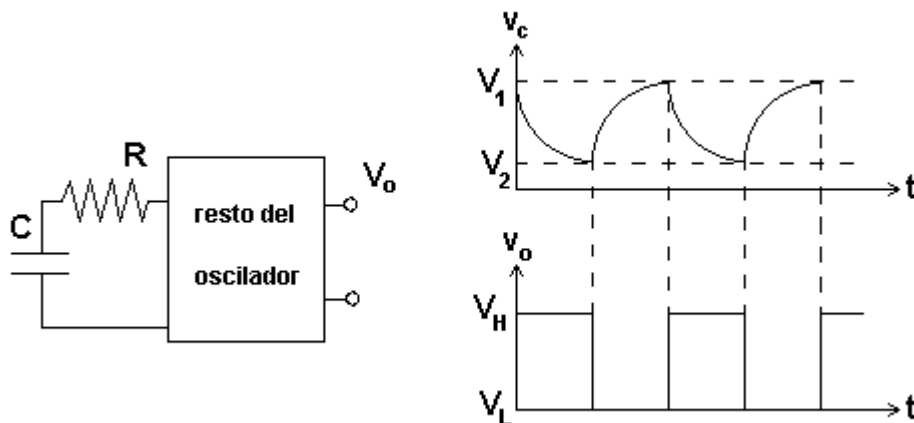
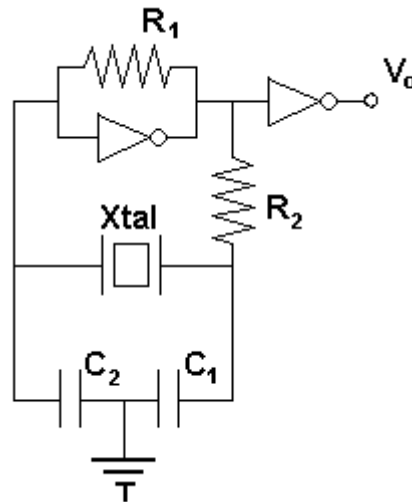
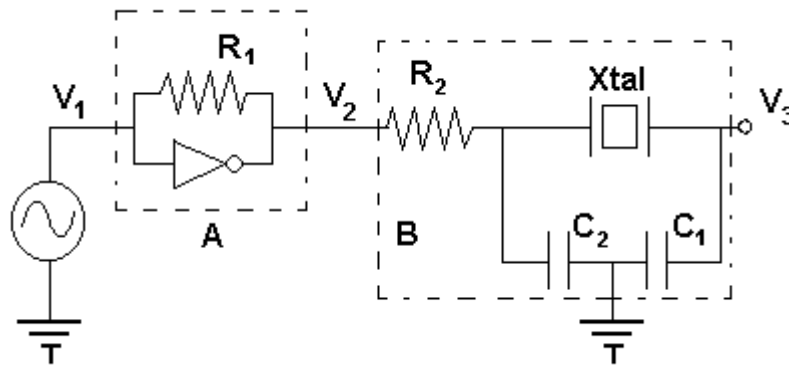

Figura 1: Funcionamiento de un oscilador de relajación
Figura 9: Oscilador digital utilizando un montaje paralelo del cristal
Figura 11: Oscilador digital en lazo abierto
Los osciladores de relajación utilizan el tiempo de carga y descarga de un condensador a través de una resistencia como referencia para generar una señal periódica. La idea detrás de todos ellos es hacer funcionar el condensador entre dos niveles conocidos de tensión, digamos V_1 y V_2 , de manera que cuando el condensador alcanza V_1 , a la salida se fije un valor V_H , que permanecerá hasta que el voltaje en el condensador llegue a V_2 . En este momento la salida conmutará a V_L . Repitiéndose este proceso se consigue un oscilador de onda cuadrada. La **Figura 1** trata de ilustrar este funcionamiento.
El circuito de la **Figura 9** representa un posible montaje paralelo para un oscilador de cristal o cerámico. Recibe este nombre porque la vibración se produce a la frecuencia de resonancia paralelo. Se puede observar como el cristal forma la red de realimentación junto con dos condensadores. Puesto que el amplificador es negador esto significa que, a la frecuencia de oscilación, el elemento piezoeléctrico debe presentar una reactancia inductiva, como sucede cerca de la frecuencia de resonancia paralelo del mismo.
- 3.4.a) Monte el circuito de la **Figura 9** utilizando los inversores del 74HC04. $R_1 = 10M$, $R_2 = 680\Omega$, $C_1 = C_2 = 68$ pF y el cristal de cuarzo de 6 MHz. No olvide colocar un condensador entre la alimentación y tierra del circuito integrado y conectar las entradas de aquellos inversores del 74HC04 que no vaya a utilizar. Si con estos valores no consigue que el circuito oscile, pruebe a cambiar la resistencia R_2 por un condensador de 56 pF. Si sigue sin funcionar, pruebe otras combinaciones según la teoría de osciladores realimentados explicada en clase. Dibuje la señal obtenida. ¿Cuál es su frecuencia? Para realizar esta última medida con mayor exactitud, utilice el divisor de frecuencia del apartado 3.3 y el multímetro. Comentarios.
- 3.4.c) A continuación va a estudiar el efecto de la capacidad de carga (C_1 y C_2) en la frecuencia de oscilación. Utilizará el circuito de la **Figura 9** con el resonador cerámico. Conecte una resistencia $R_2 = 5K6$ y vaya cambiando C_1 y C_2 , pero utilizando siempre dos condensadores del mismo valor (esto es, $C_1 = C_2$ en cada prueba). Realice una tabla que muestre la frecuencia
En la parte obligatoria de la práctica han realizado varios osciladores realimentados basados en elementos piezoeléctricos. En particular vamos a centrarnos en el montaje paralelo, que se muestra en la **Figura 9**. Siguiendo la teoría general de amplificadores realimentados, tenemos una etapa amplificadora (formada por el inversor y la resistencia R_1) y una etapa de realimentación (formada por R_2 , el elemento piezoeléctrico y los dos condensadores) que se encarga de lograr la realimentación positiva en la frecuencia deseada. Si abrimos el lazo obtenemos el circuito de la **Figura 11**, que puede utilizarse para caracterizar el comportamiento de este tipo de osciladores.
donde A es la función de transferencia de la parte amplificadora, esto es $A = \frac{V_2}{V_1}$, y B es la función de transferencia de el circuito de realimentación ($B = \frac{V_3}{V_2}$). Esto significa que el circuito de la **Figura 1** oscilará a aquella frecuencia (o frecuencias) para la cual no existe desfase entre V_3 y V_1 (2) y además $V_3 \geq V_1$ (1)² utilizando el montaje de la **Figura 11**.
- 3.5.a) **(OPTATIVO)** Monte el circuito de la **Figura 11** utilizando los inversores del 74HC04. $R_1 = 10M$, $R_2 = 680\Omega$, $C_1 = C_2 = 68 \text{ pF}$ y el cristal de cuarzo de 6 MHz. No olvide colocar un condensador entre la alimentación y tierra del circuito integrado y conectar las entradas de aquellos inversores del 74HC04 que no vaya a utilizar. La entrada la obtendrá del generador de funciones, que debe estar configurado para proporcionar una señal sinusoidal entre 0 V y unos cientos de mV (es decir, nunca debe colocar a la entrada del inversor un voltaje menor que 0 V). Vaya variando la frecuencia de entrada desde 5,8 MHz hasta 6,2 MHz midiendo el desfase y la ganancia de V_3 con respecto a V_1 . Realice una gráfica donde puedan verse ambas medidas simultáneamente. A la vista de dicha gráfica ¿a qué frecuencia oscilará este montaje?
frecuencia de oscilación que tendría el circuito al cerrar el lazo. Para ello, varíe la frecuencia en el generador de funciones (siempre en las cercanías de 455 KHz) hasta obtener un desfase nulo entre V_3 y V_1 , y asegúrese que a dicha frecuencia hay una cierta ganancia entre ambos valores. Desconecte el generador de funciones y cierre el lazo para obtener el circuito de la **Figura 9** y compruebe que efectivamente oscila.